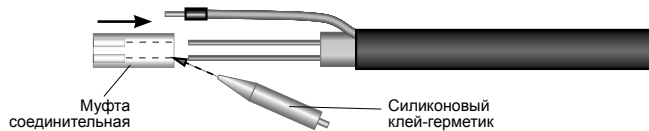

Рисунок 5
5.1.5. Заполнить соединительную муфту силиконовым клеем-герметиком и надвинуть ее на токопроводящие жилы и изолированную матрицу нагревательной ленты до экранирующей оплетки (см. рис. 5).